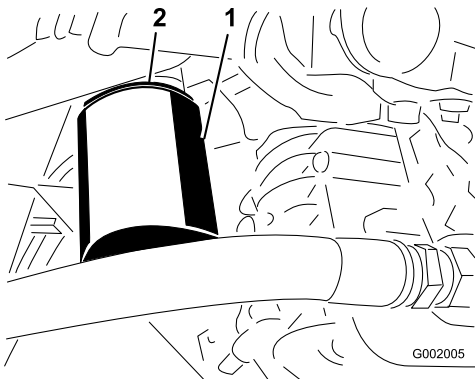

Figure 66
4. Retirez le filtre (Figure 66).